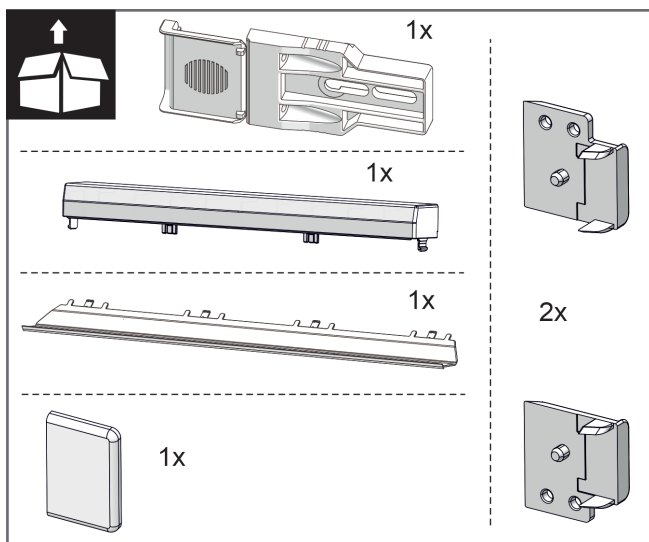
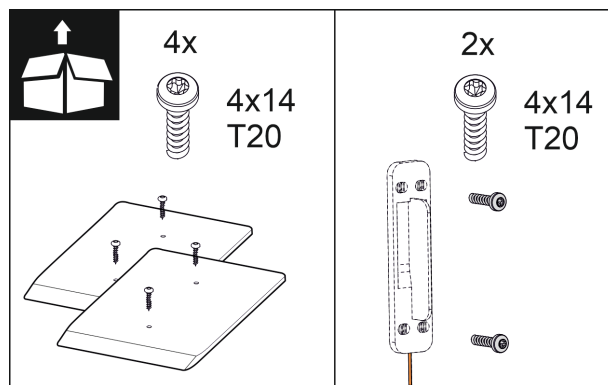

Fig. 10
Fig. 16
2. Проверка деталей для осуществления монтажа в комплекте принадлежностей. С Fig. 10 () по Fig. 16 ()
Детали для осуществления монтажа в комплекте принадлежностей Fig. 10 () по Fig. 16 ()